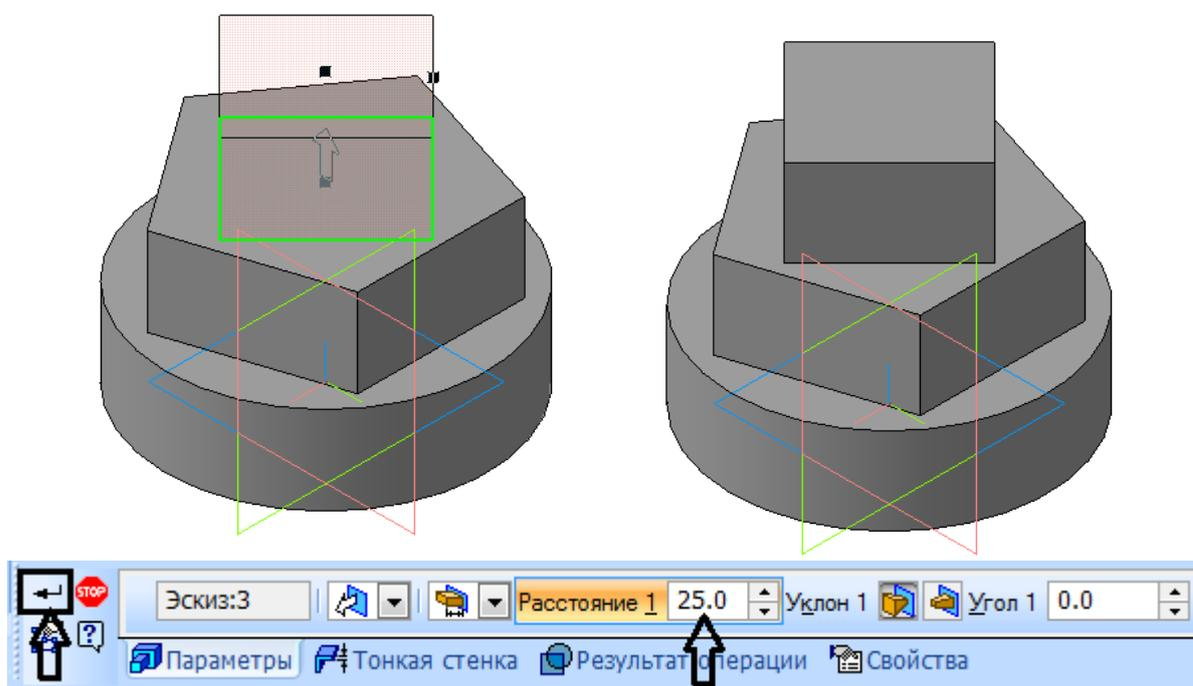

Рисунок 31.
10. На панели **Редактирование** нажмите кнопку **Операция выдавливания** и вытяните ваш эскиз, указав в параметрах «На расстояние» и размер **25мм**. На экране появится фантом выдавливания. Для завершения операции нажмите **Создать объект** (рисунок 31).